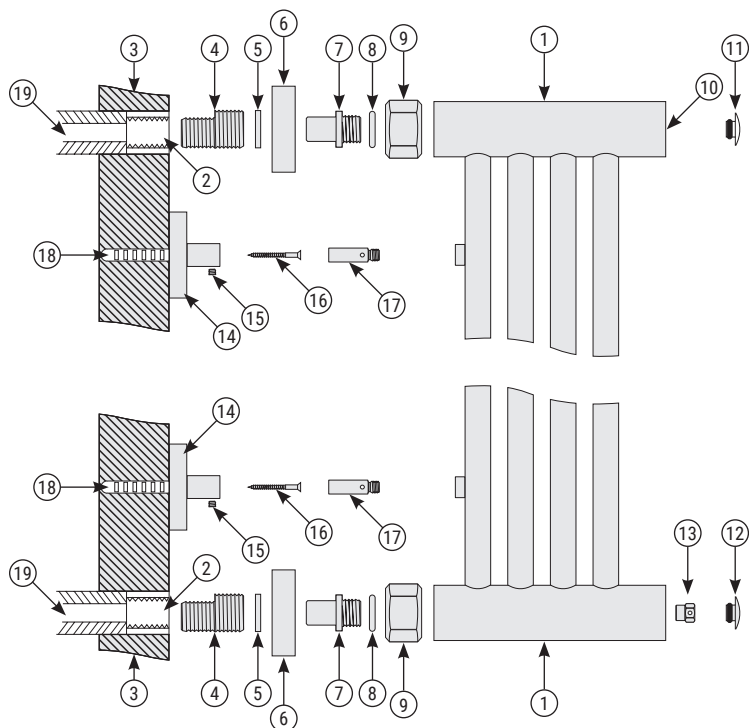

Рис.1
**ВНИМАНИЕ! Узел 7, 8, 9 (рис. 1) в сборе, прошел проверку на герметичность.**
- 5.1. Сборку и установку изделия производить согласно схеме (рис. 1).
- 5.7. Для герметизации резьбовых соединений производитель комплектует изделие прокладками собственного изготовления (п. 3.8, п. 3.9 и рис. 1 «5», «8»).